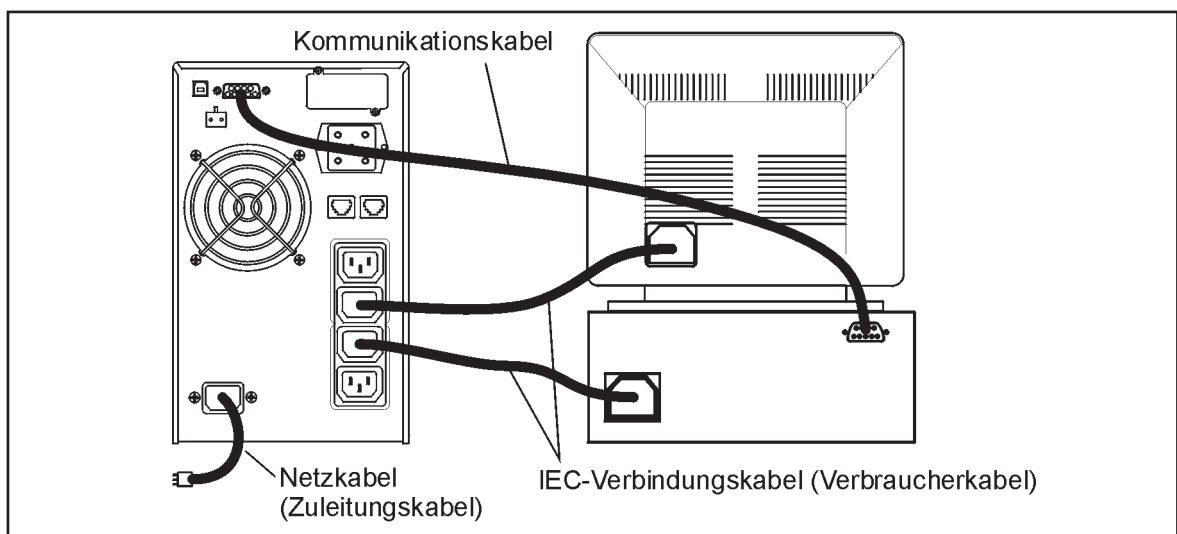

Abb. 3 Beispiel einer Installation (auch Plug & Play-Produkte)
- Nach Aufladung der Batterie die Verbraucher an die USV-Einheit anschließen, siehe Beispiel in Abb. 3.